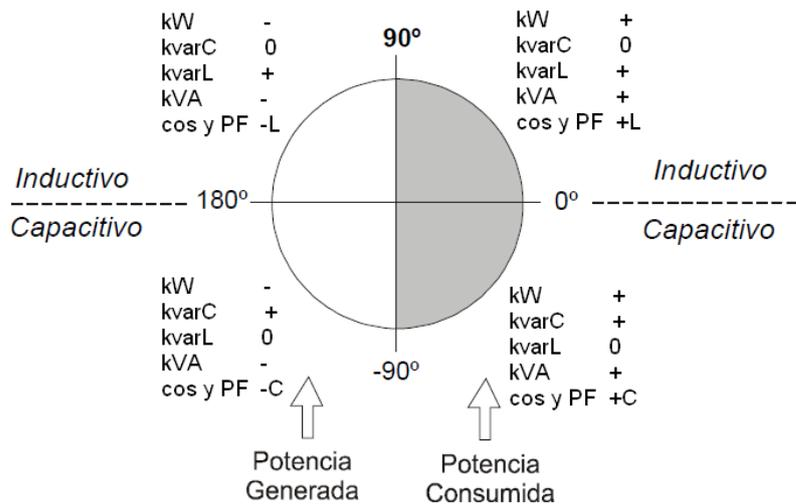

Figura 17: Esquema de los cuatro cuadrantes de medida y compensación.
(1) Los parámetros **cos $\phi$**  y **Factor de potencia** van acompañados de los parámetros **Signo de kW** y **Signo de kva**, que sirven para determinar el cuadrante donde se está midiendo cada fase. Ver **Figura 17**.